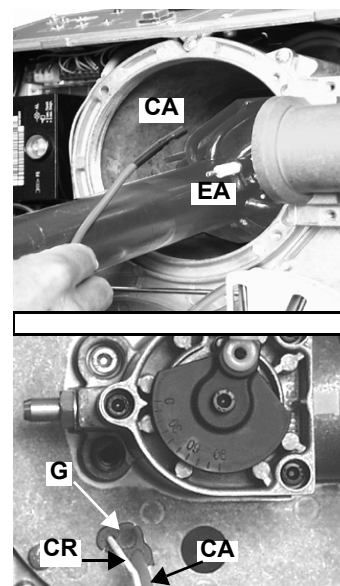

Fig. 31
- 2 Retirer le connecteur CR de l'électrode de détection (Fig. 31).
- 3 Débranchez le câble CA de l'électrode d'allumage EA (Fig. 31) et sortez-le du trou de la bride du support de tête en retirant le passe-fil G (Fig. 31).